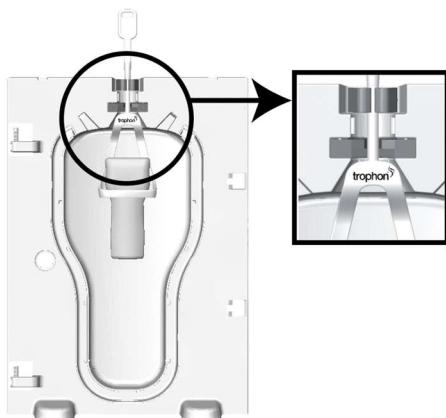

Figure 4
- **WUPH-A** Le Trophon Wireless Ultrasound Probe Hanger-A (WUPH-A) contient une sonde à ultrasons sans fil compatible dans la chambre du trophon. Il peut être utilisé avec les appareils trophon EPR et trophon2 (voir Figure 4 et Figure 5 respectivement).